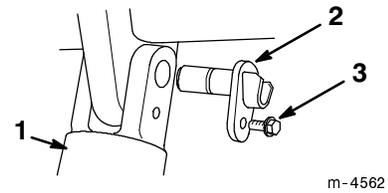

Figure 5
- Retirer le boulon de fixation de l'axe de chape qui surmonte le vérin d'inclinaison (Fig. 5).